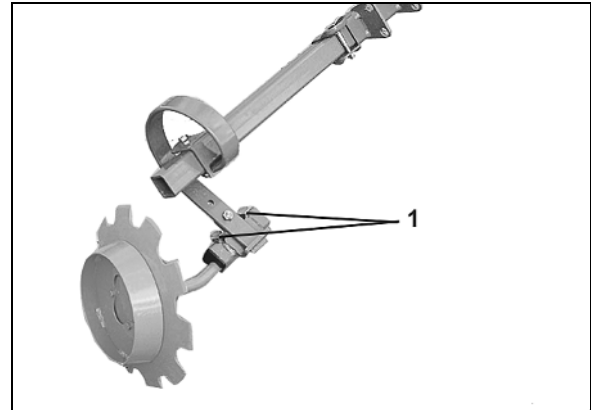

Fig. 94
1. Beide Schrauben (Fig. 94/1) lösen